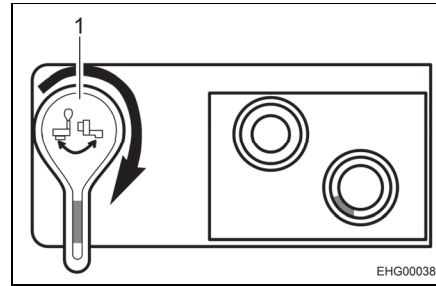

Fig. 64 Rubinetto di scarico, aperto
- Aprire il rubinetto di scarico. A tale scopo, ruotare la leva del rubinetto di scarico di 90° in senso orario (vedi Fig. 64,1).